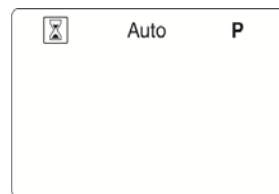

Fig. 9
- 1) appuyer, sur le contrôle à distance, sur la touche (▶), jusqu'à ce que le symbole  du fonctionnement manuel soit entouré, comme sur la Fig.9;